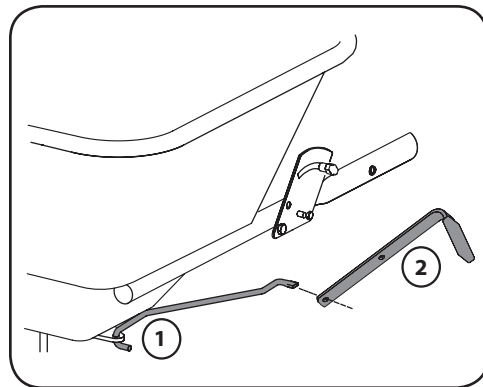

Figura 2-13
- Inserte la varilla de control (lado del gancho) en la placa de restricción (debajo de la tolva) desde arriba hacia abajo. Consulte 1 en la Figura 2-13.
- Gire la manija de control hacia el lateral e inserte el lado aplanado (90°) de la varilla de control en el orificio inferior de la manija de control. Consulte 2 en la Figura 2-13.